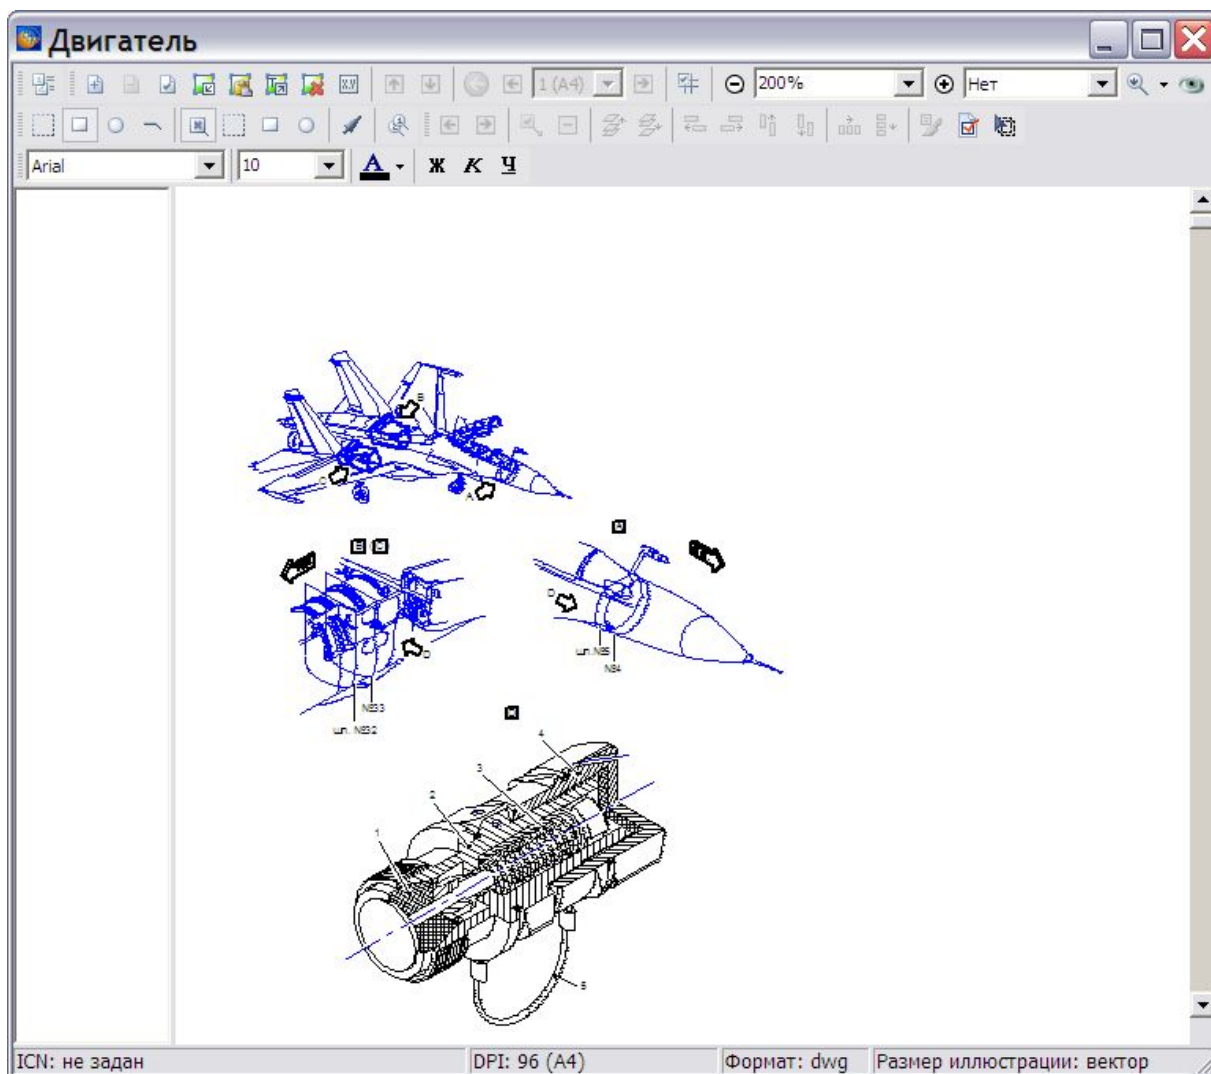

Рис. 3.122
2. Загрузите иллюстрацию соответствующего формата в окно для создания и редактирования иллюстраций (Рис. 3.122).